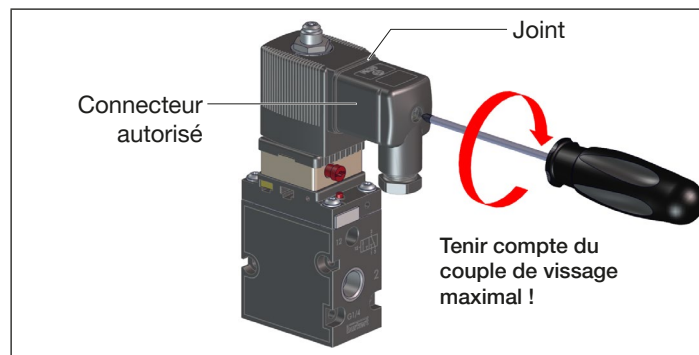

Fig. 13 : Raccordement électrique de la vanne
- Vérifier le bon positionnement du joint (voir „Fig. 13“).